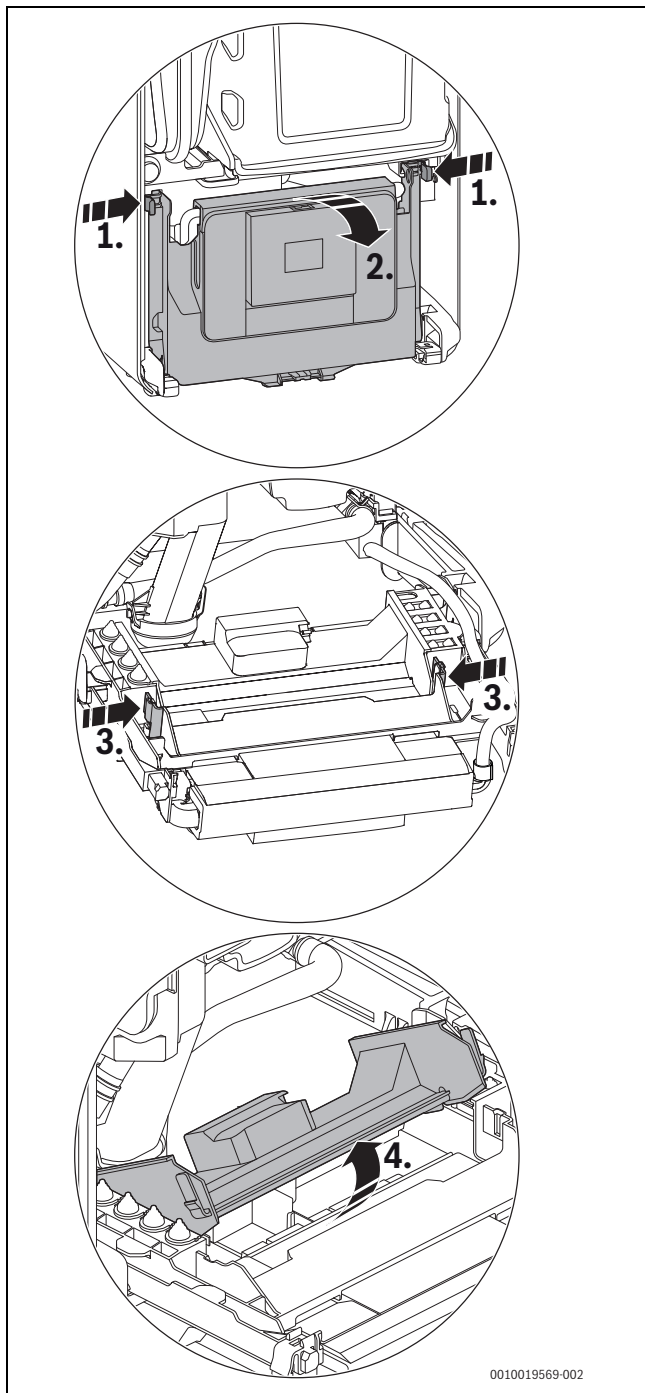

Bild 92 Abdeckung öffnen
▶ Steuergerät herunterklappen (→ Bild 92, Seite 48).